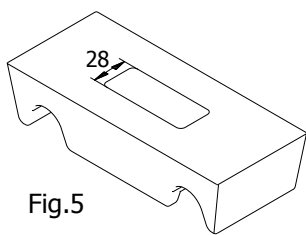

Fig.5
**Attenzione**, in funzione della tipologia di legna utilizzata, del potere calorifico e soprattutto dell'umidità e dimensione delle braci, può risultare opportuno l'uso di una griglia con geometria differente avente la finalità di prevenire la formazione del tipico ponte nella zona di massificazione, o l'ostruzione eccessiva al passaggio braci. Normalmente le due griglie, a fessure longitudinali o a fessure trasversali garantiscono rendimenti e potenze del generatore similari. La griglia a fessure trasversali (fig.5 e fig.6), è indicata quando si utilizza legna molto secca e ad elevato potere calorifico con produzione di braci di grossa granulometria.